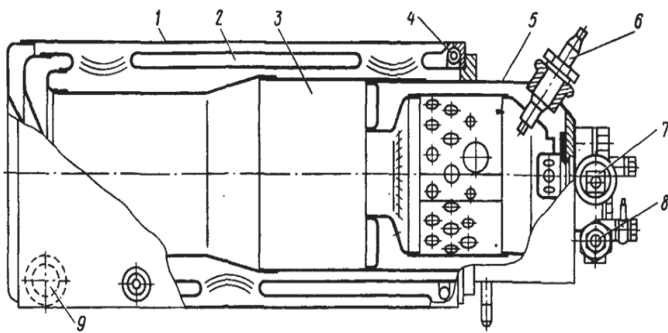

Рис. 2. Котел подогревателя
Отверните болты 2 (рис. 2), снимите крышку 1 с насосом, прокладкой, муфтой, фильтром.
Рис. 2. Снятие привода насоса коробки передач: 1, 25, 27 — крышка; 2, 21, 26, 32 — болт; 3 — корпус; 4 — фильтр; 5 — насос; 6 — муфта; 7 — вал; 8 — подшипник; 9 — колесо зубчатое; 10, 11, 12, 13, 16, 23, 29 — кольцо; 14, 18 — штуцер; 15, 19, 31 — гайка; 17 — трубка; 20 — проволока; 22, 24, 34 — прокладка; 28 — экран; 30 — стекло смотровое; 33 — шайба
Котел подогревателя изготовлен из листовой нержавеющей стали и предназначен для передачи теплоты циркулирующей через него жидкости. По принципу действия он является рекуперативным теплообменником и состоит из двух жидкостных рубашек и двух газоходов 2 и 3 (рис. 2). Продукты сгорания из горелки направляются в прямой газоход 3, затем проходят по обратному газоходу 2 и отводятся из котла к картеру двигателя для подогрева масла. На выходе из обратного газохода установлен газовый нагреватель 4 топлива, обеспечивающий подогрев топлива, подаваемого к форсунке, до $60...80^{\circ}\text{C}$.
Передняя ось при установке бездисковых колес показана на рис. 1, при установке дисковых колес — на рис. 2.
Рис. 2. Передняя ось и ступица переднего колеса при установке дисковых колес: 1 — тормозной барабан; 2 — ступица; 3, 9, 11 — подшипники; 4 — крышка; 5 — гайка; 6, 8 — болты; 7 — кулак поворотный; 10 — шкворень; 12 — шайба; 13 — индуктор АБС; 14 — подшипник
- снимите наружную крышку 4 (рис. 2) с прокладкой;